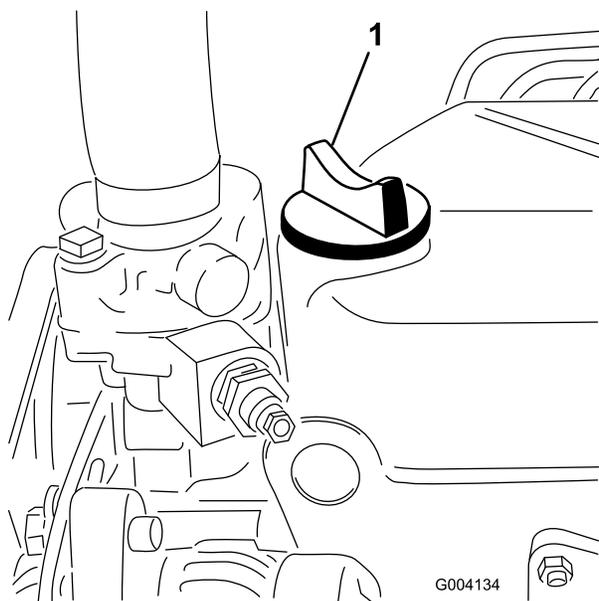

Figura 30
5. Se il livello dell'olio non raggiunge la tacca di PIENO **FIGURA 30**, TOGLIETE IL TAPPO DI RIEMPIMENTO () e rabboccate con olio fino a portarlo al segno FULL sull'asta di livello.